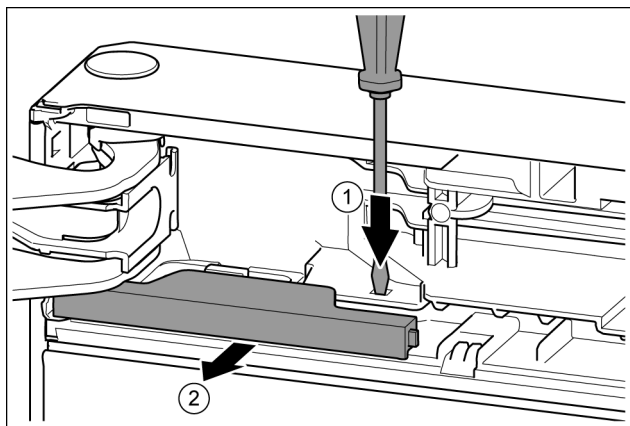

Fig. 11
- ▶ Pousser la languette avec un tournevis plat. *Fig. 11 (1)*
- ▶ Sortir le cache de l'encliquetage. *Fig. 11 (2)*